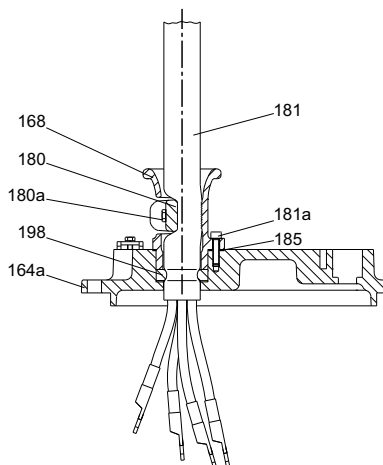

Рис. 13 Кабельный ввод на верхней крышке электродвигателя
3. Открутить винты (180a). См. рис. 13.
4. Снять кабельный зажим (180).
7. Удалить с кабеля (181) кабельный ввод (168) с резиновым уплотнением (198) и шайбой (185), если имеется.
8. Удалить с кабельного ввода (168) резиновое уплотнение (198).